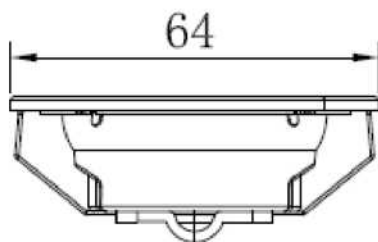
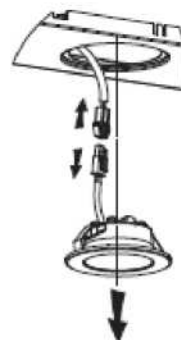

Abb. 1
Abb. 2
- Verwenden Sie ein Werkzeug oder die Hand, um den Federsplint auf beiden Seiten der LED-Leuchte nach innen zu drücken, bis die Leuchte herausgedrückt ist, siehe Bild 1. Ziehen Sie dann das Lichtanschlusskabel vorsichtig heraus, und lösen Sie die Klemme des Lichtanschlusses. Siehe Abb. 2